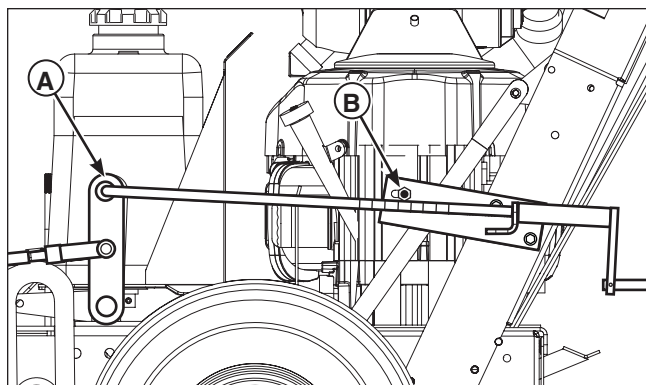

Figura 24. Indicatori di altezza del piano
2. Girare la manovella di regolazione dell'altezza di taglio in modo che la leva dell'asta di sollevamento della parte posteriore del piano (A, Figura 24) sia dritta in su o in giù. Questa posizione rappresenta l'impostazione media dell'altezza di taglio. Posizionare l'indicatore dell'altezza (B) in modo che sia centrato tra il quarto e il quinto segno d'indicazione e serrare.